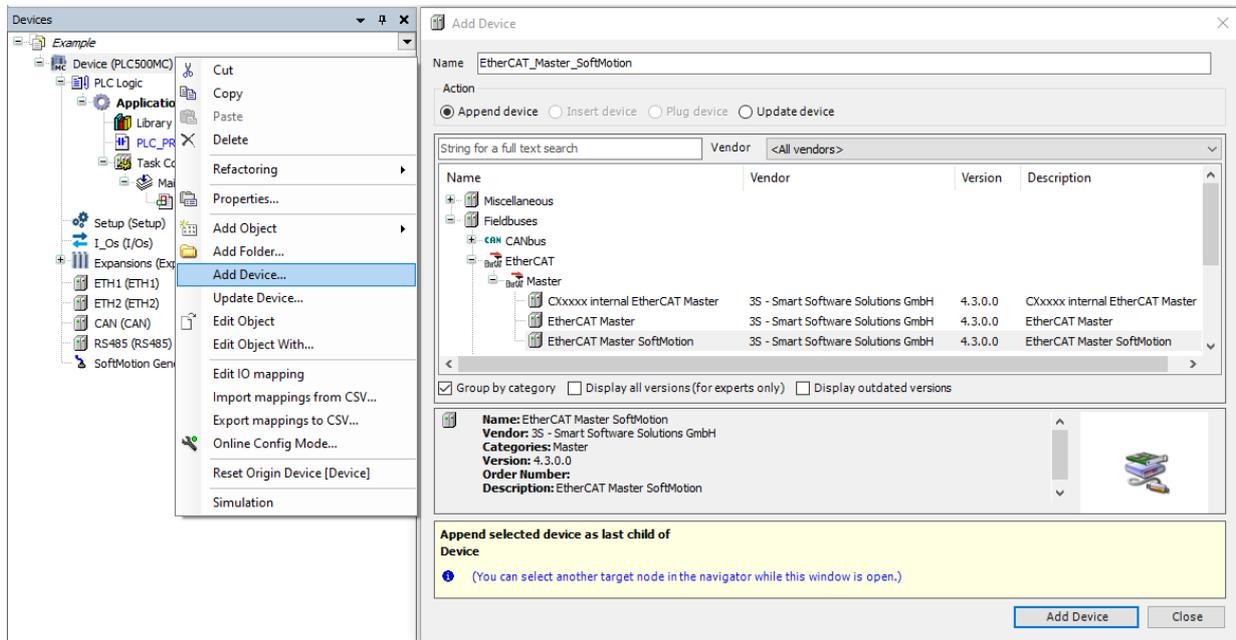

Figura 2.4: Agregando **EtherCAT Master SoftMotion** al árbol de dispositivos.
- Para agregar una nueva interfaz de comunicación **EtherCAT Master SoftMotion** haga clic con el botón derecho encima del **Device (PLC500MC)**, haga clic en **Add Device**, en la caja de diálogo seleccione **Fieldbuses > EtherCAT > Master > EtherCAT Master SoftMotion** haga clic en **Add Device** para agregar al árbol de dispositivos, conforme la Figura 2.4.